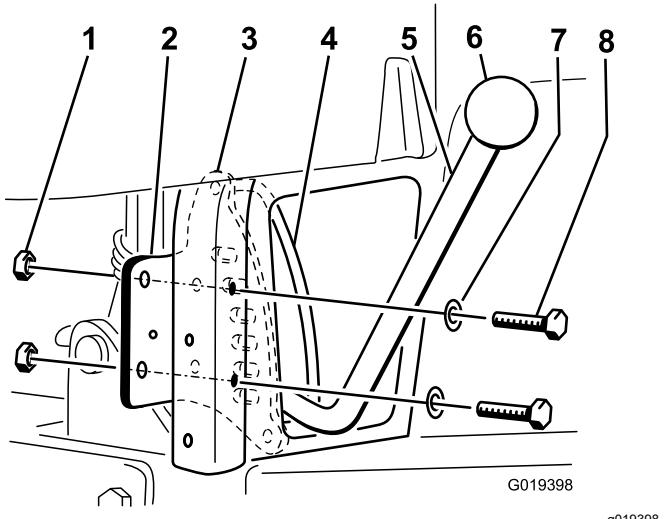

Figura 3
Nota: La palanca debe pasar entre la placa de retención y la guía de la palanca (Figura 3).
7. Instale la placa de retención en la parte trasera del tubo vertical derecho del bastidor trasero con 2 pernos (5/16" x 2 1/4"), las 2 arandelas que retiró en el paso 4, y las 2 contratuercas (5/16"). Posicione las piezas como se muestra en la Figura 3.
8. Enrosque el pomo en la palanca de elevación (Figura 3).